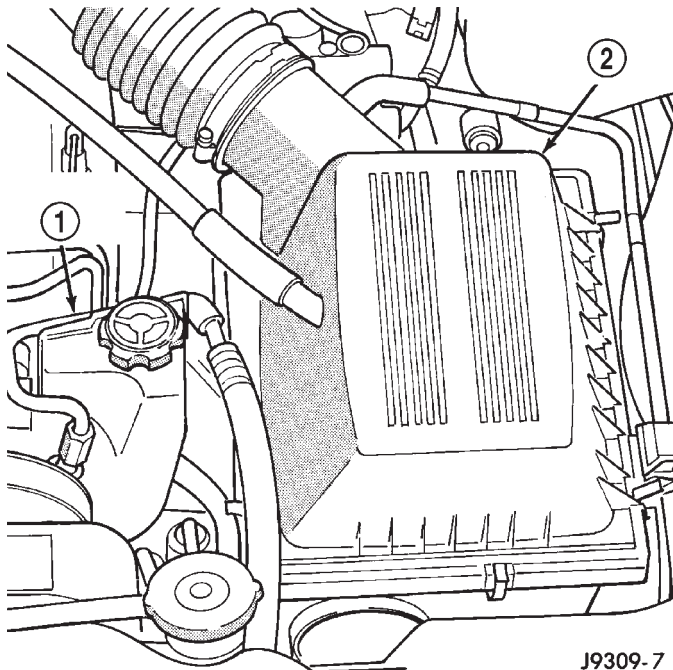

Abb. 46 Luftfiltereinheit und Servopumpe
(18) Elektrische Anschlüsse der Zündspulenleiste abklemmen und Steckverbinder vom Öldruckschalter abziehen.
(19) Kraftstoffdruck abbauen. Näheres hierzu siehe "Kraftstoffanlage".
(20) Kraftstoff-Versorgungsleitung von der Einspritzleiste trennen. Näheres hierzu siehe "Schnelltrennkupplungen".
(21) Halterung für Kraftstoffleitung vom Ansaugkrümmer lösen.
(22) Ansaugluftfilter ausbauen (Abb. 46).
(23) Schläuche von den Anschlüssen am Lenkgetriebe lösen.
(24) Pumpenbehälter entleeren.
(25) Anschlüsse an Schläuchen und Lenkgetriebe mit Stopfen verschließen, um das Eindringen von Fremdkörpern in das System zu verhindern.